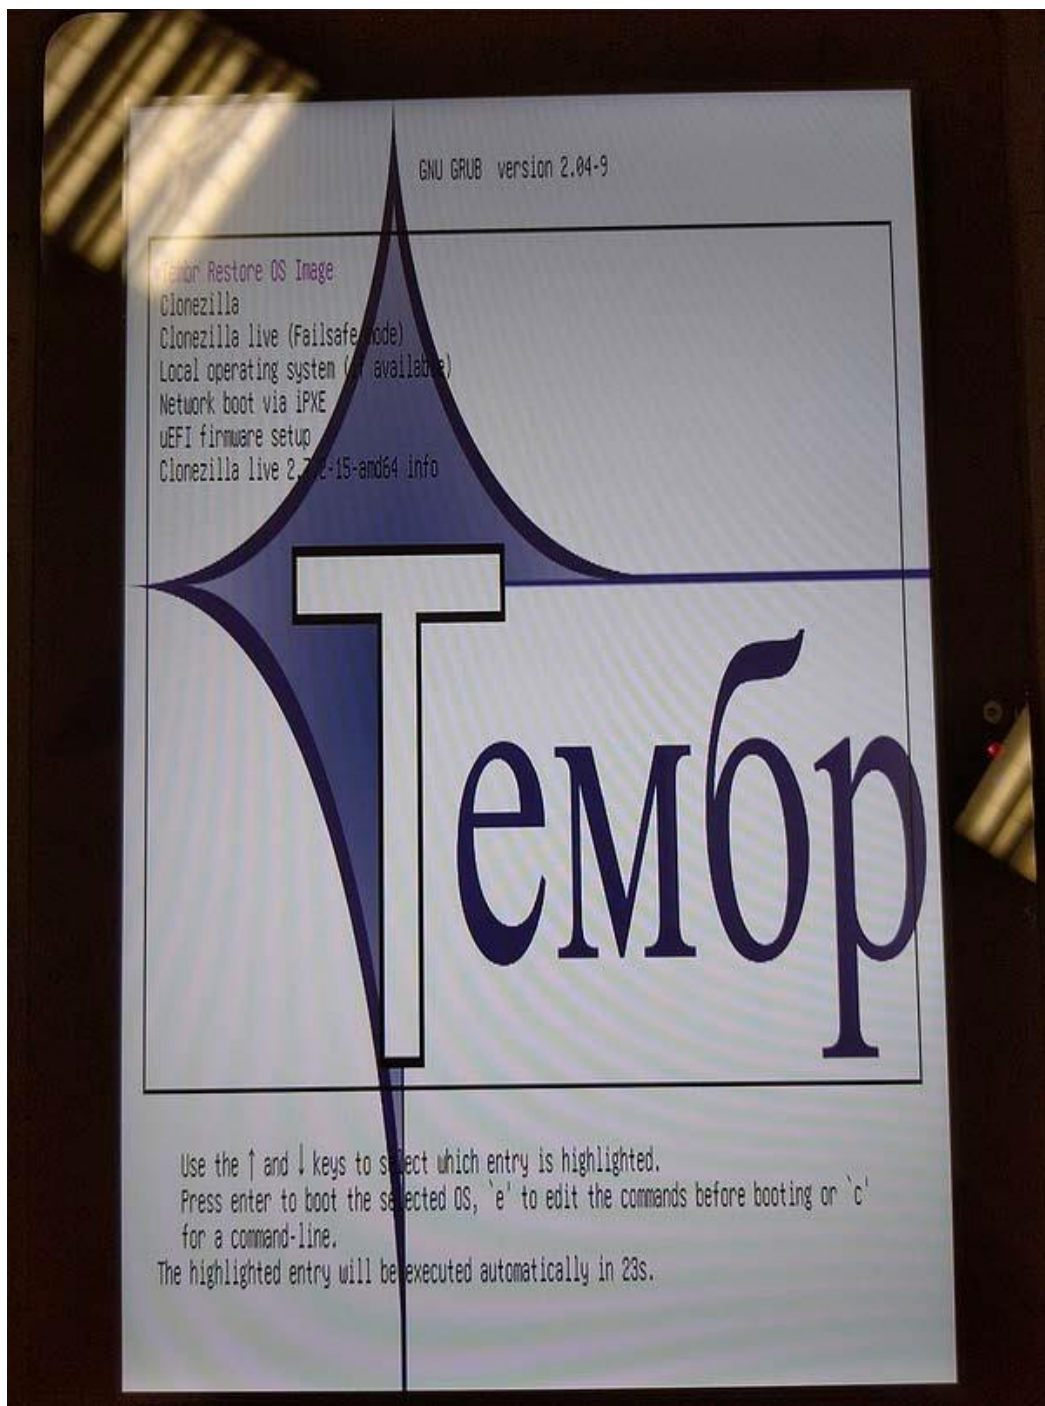

Рис. 3.2.3 – Начата процедура восстановления
- После перезагрузки планшет запустит процедуру восстановления (см. рис. 3.2.3). Процедура длится порядка 10 минут.